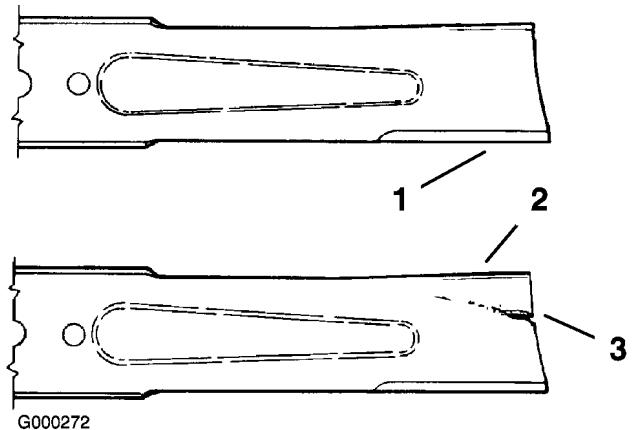

Figure 68
1. Examinez le tranchant des lames (Figure 68). Si les lames ne sont pas tranchantes ou si elles présentent des indentations, déposez-les et aiguissez-les (voir Aiguisage des lames).
2. Inspectez les lames, surtout la partie incurvée (Figure 68).
Remplacez immédiatement toute lame endommagée, usée ou qui présente une entaille (Figure 68).